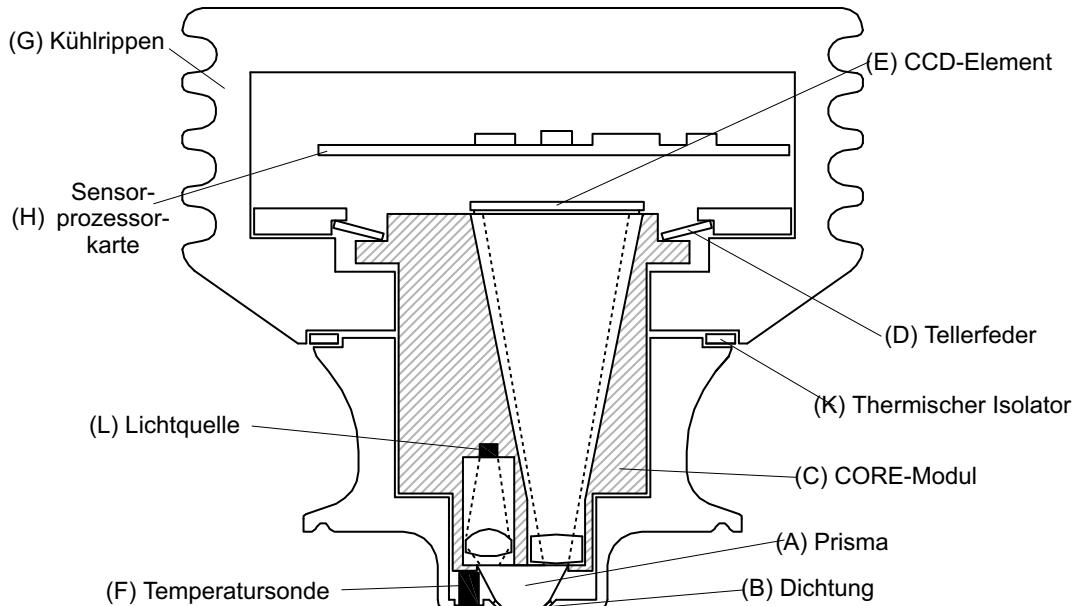

Abbildung 2.1 PR-23 Aufbau des Sensors
Abbildung 2.1 unten zeigt das schematische Schnittbild eines PR-23-Sensors. Das Messprisma (A) ist bündig in die Oberfläche der Sensorspitze eingebaut. Das Prisma (A) und alle anderen optischen Komponenten sind im CORE-Modul (C) montiert. Das CORE-Modul wird mit Tellerfedern (D) gegen die Prismadichtung (B) gepresst. Die Lichtquelle (L) besteht aus einer gelben Leuchtdiode (LED) und der Empfänger ist ein CCD-Element (E). Die Elektronik ist gegen Prozesswärme durch einen thermischen Isolator (K) und Kühlrippen (G) geschützt. Die Prozessorkarte (H) des Sensors erhält die Rohdaten vom CCD-Element (E) und dem Pt-1000 Prozesstemperaturfühler (F) und berechnet daraus den Brechungsindex n_D und die Prozesstemperatur T. Diese Informationen werden dann an den Messumformer übertragen.